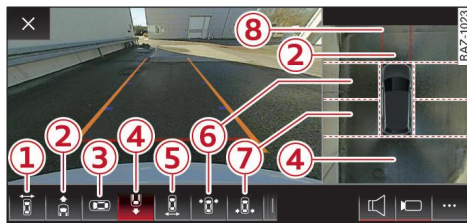

Fig. 142 Pantalla central: Cámaras para el entorno
- Válido para: vehículos con cámaras para el entorno: cambie a la vista **Detrás** ⇒ *pág. 221*, *fig. 142*.